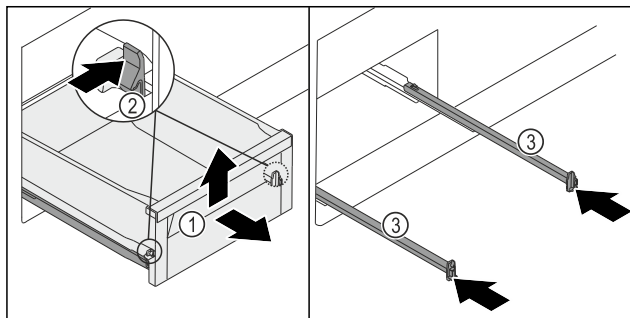

Fig. 128
- ▶ Izvlecite predal Fig. 128 (1) do omejevala.
- ▶ Objemko Fig. 128 (2) istočasno pritisnite na levi in desni navznoter.
- ▶ Predal Fig. 128 (1) se loči od vodila.
- ▶ Dvignite predal Fig. 128 (1) spredaj.
- ▶ Predal Fig. 128 (1) vzemite ven v smeri naprej.
- ▶ Vstavite vodila Fig. 128 (3).